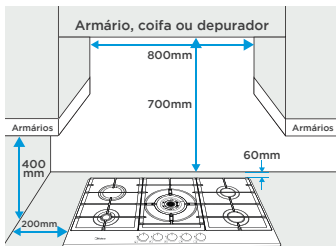

Fig. 1
1. Certifique-se de que o tipo de gás de sua residência está de acordo com o especificado na etiqueta. O produto sai de fábrica regulado para uso com gás GLP. Entre em contato com a Assistência Técnica Autorizada para solicitar a conversão para gás natural (GN).
5. Respeite as distâncias indicadas para instalação (Fig. 1).